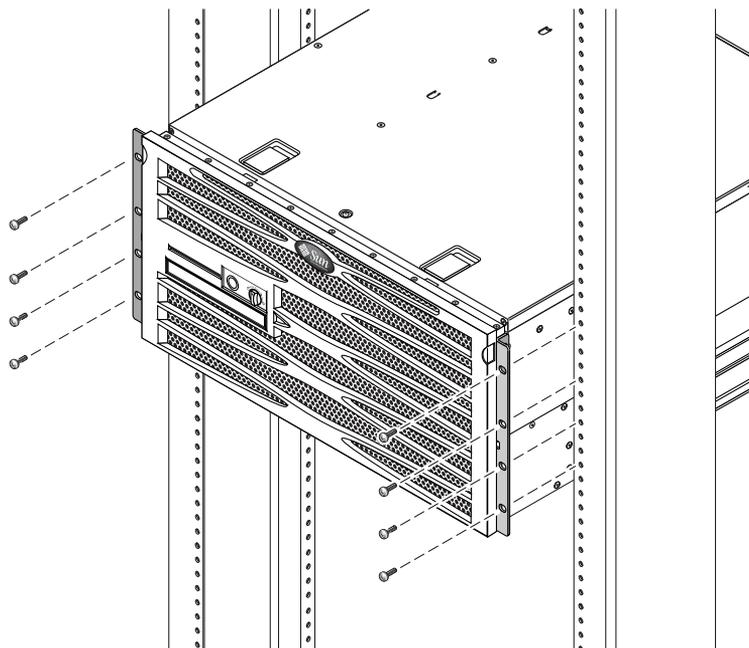

図 3-4 ラックへのサーバー正面の固定
7. 各側面でねじを 4 本ずつ使用して、サーバーの側面に取り付けたハードマウント正面固定部品を、ラックの正面に固定します (図 3-4)。